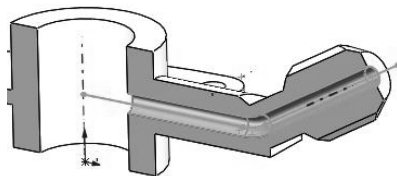

图 3-119 创建扫描切除特征
- 单击【方向2】按钮,改变切除侧,单击【确定】按钮,完成扫描切除特征的创建,如图3-119所示。